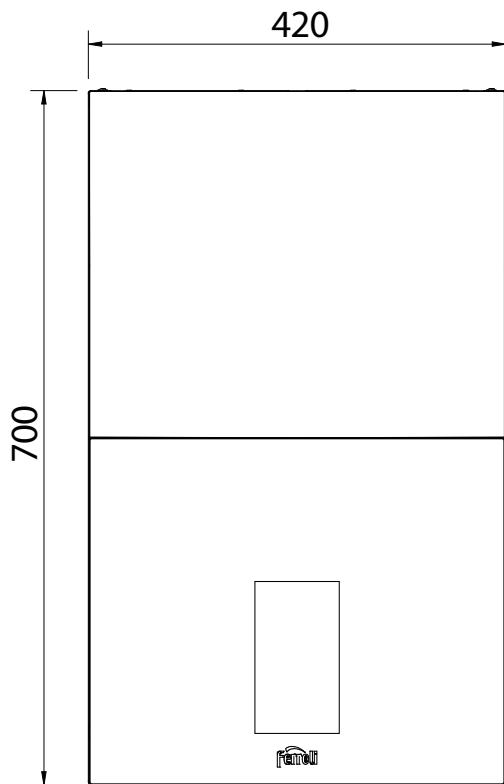

fig. 35- Vista frontal
- 2 - Tocando el icono del menú principal y a continuación [Reset Caldaia] cuando se abre una pantalla similar a la ilustrada en fig. 35 (icono del menú principal con punto rojo).